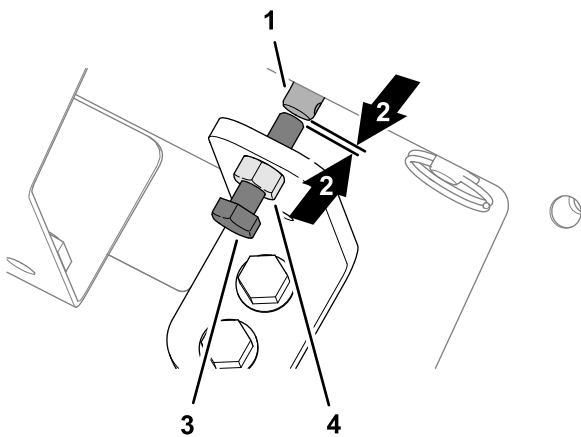

Bild 34
1. Lösen Sie die Klemmmutter an der Halterung für die manuelle Übersteuerung (Bild 34).
2. Drehen Sie die Sechskantschraube für die Ventilüberbrückung gegen den Uhrzeigersinn, bis Sie einen kleinen Spalt zwischen dem Ende der Schraube und dem Ende der Stange des Magnetventils der Fahrgeschwindigkeit sehen (Bild 34).
3. Ziehen Sie die Klemmmutter an (Bild 34).